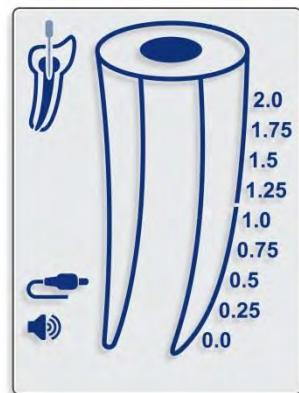

Fig. 4
- 7.4.7. Før du kobler målingskabelen med festet leppeklemmer og filklemmer på pasienten, plugg målingskabel inn i enhetens kontakt, og sorg for at kabelikon veises på skjermen (Fig. 4).